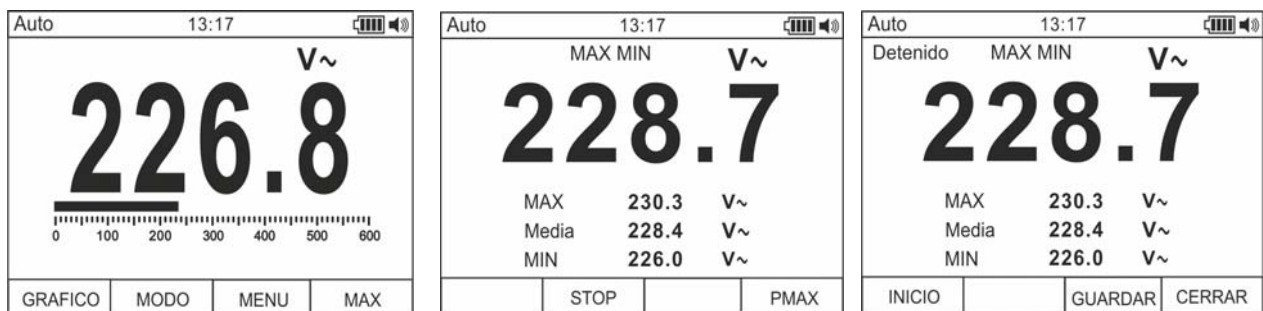

Fig. 6: Guardado valores MIN/MAX/Medio
1. Pulse la tecla **F4** para entrar en la medida de los valores MAX, MIN y Medio de la magnitud en examen (vea Fig. 6 – parte central). El mensaje “MAX MIN” aparece en pantalla
4. Pulse la tecla **F3** para guardar el resultado de la medida (vea Fig. 6 – parte derecha) y rellamar el resultado guardado (vea § 4.3.7)